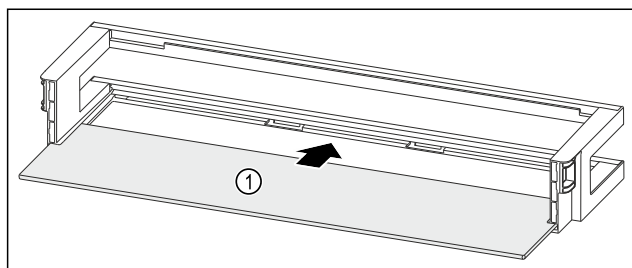

Fig. 97 Лотки на дверцятах з полицею
- Посуньте полицю Fig. 97 (1) у бічні пази.